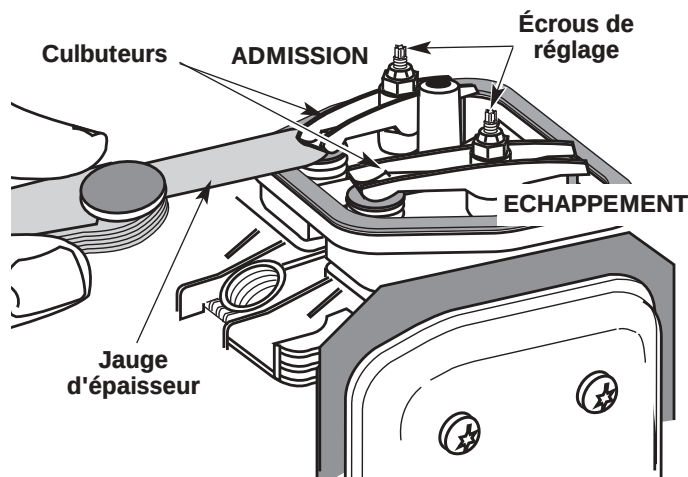

Fig. 54
9. Glissez la jauge d'épaisseur entre le culbuteur et le ressort de rappel de la soupape. Mesurez le jeu entre la tige de soupape et le culbuteur (Fig. 54). Faites-le pour les soupapes d'admission et d'échappement.
LL'écart de jeu recommandé pour l'admission et l'échappement est de 0,076 – 0,152 mm (0,003 – 0,006 po). Servez-vous d'une jauge d'épaisseur d'automobile standard de 0,127 mm (0,005 po). La jauge d'épaisseur devrait pouvoir glisser entre le culbuteur et la tige de soupape en rencontrant une faible résistance mais sans coller (Fig. 54 et 55).